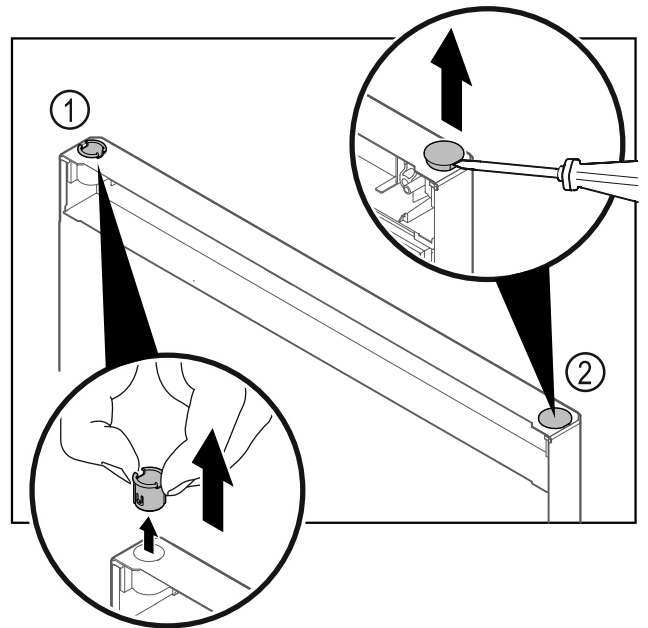

Fig. 26
- ▶ Trekk ut hengselbøssingen Fig. 26 (1) med fingrene.
- ▶ Løft dekkstøpselet Fig. 26 (2) forsiktig opp med en skruetrekker, og trekk det av.